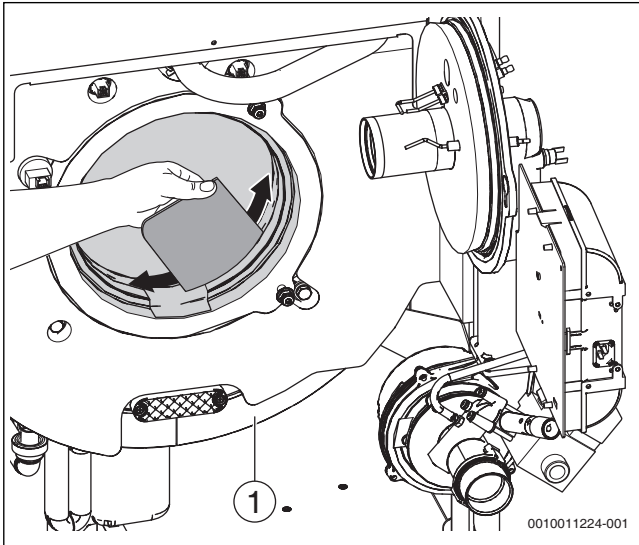
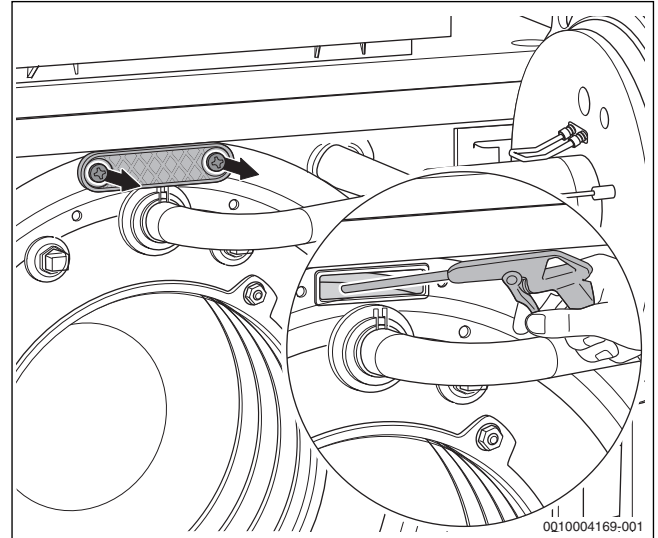

Bild 77 Heizgasspalte mit Reinigungsspachtel reinigen
Bild 78 Wärmetauscher mit Sprühlanze reinigen
- ▶ Reinigungsdeckel (→ Bild 77, Seite 49, [1] und Bild 78) abnehmen.
- ▶ Heizgasspalte mit Reinigungsspachtel reinigen (→ Bild 77, Seite 49).